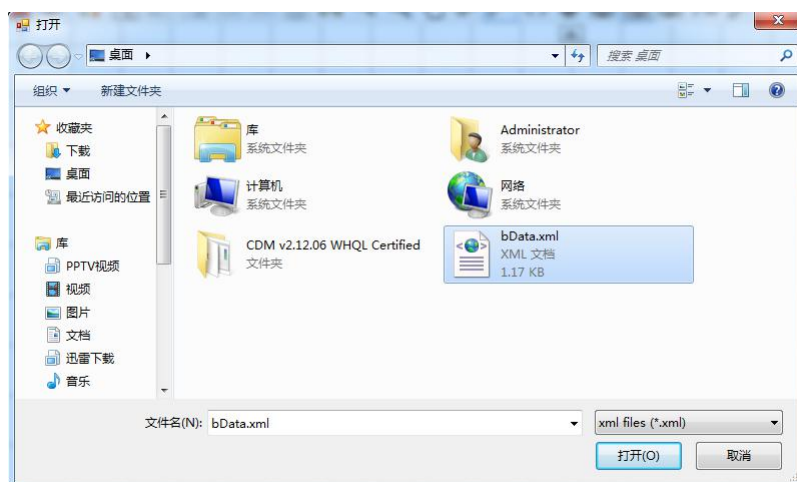

图 3.2.11 导入区域配置文件
(1) 用户可点击工具栏的  导入区域配置，选中一个已保存的后缀名为.xml 的区域配置文件“bData.xml”，如下图 3.2.11 所示。
- (2) 打开图 3.2.11 中所示用户保存的区域配置文件“bData.xml”。